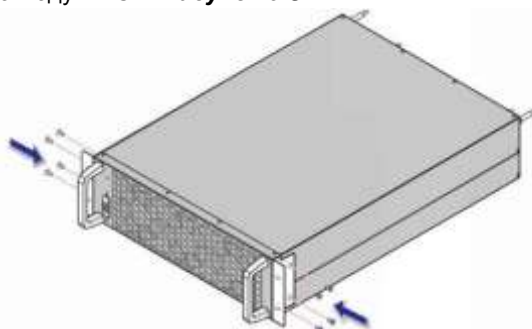

Рисунок 5-34: Установка двух кронштейнов
- ② Возьмите 2 кронштейна, 4 винта М6 и 8 винтов М4 из упаковки силового модуля.
- ③ Используйте восемь винтов М4 для крепления двух кронштейнов с обеих сторон силового модуля. См. **Рисунок 5-34**.